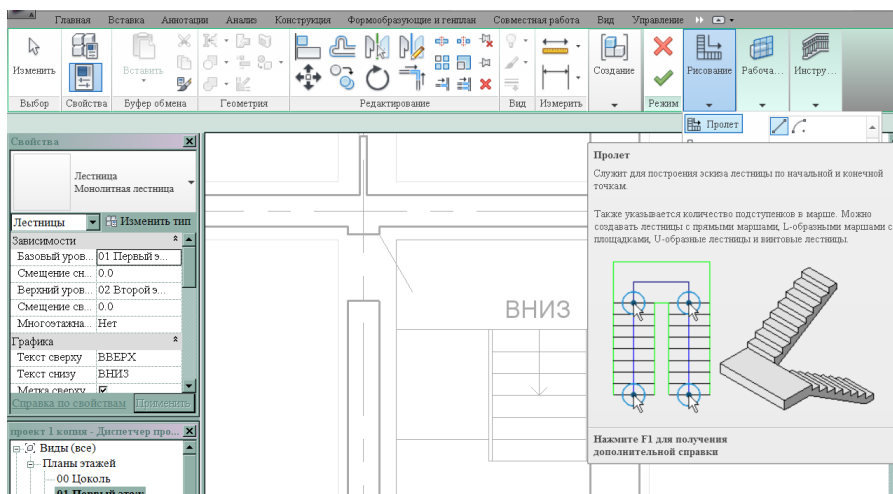

Рис. 98
3. На панели **Рисование** выделить **Пролет** и выбрать **Линия** (рис.98).